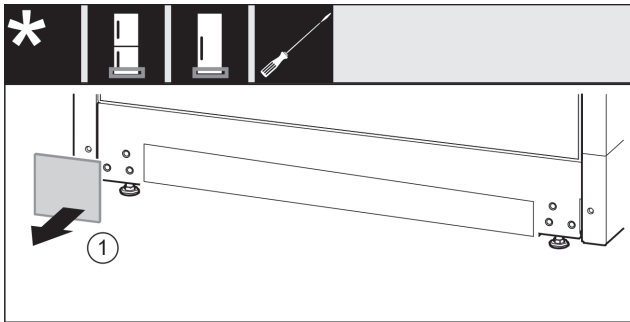

Fig. 14
- Retirer le cache. Fig. 14 (1)